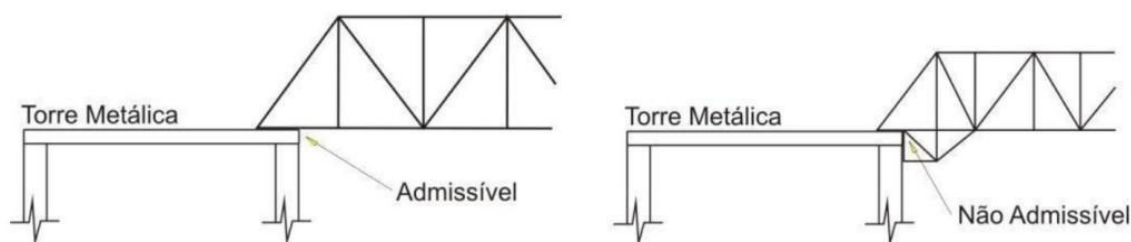

Figura 4: Detalhe sobre os apoios da ponte.
- Não será admitido o uso de faces verticais da mesa como ponto de apoio, como apresentando na Figura 4.